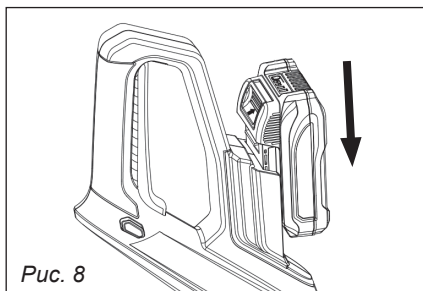

Рис. 8
1. Для установки батареи совместите пазы на батарее с направляющими на корпусе триммера и нажмите до щелчка (рис. 8). Убедитесь, что батарея надежно зафиксировалась.